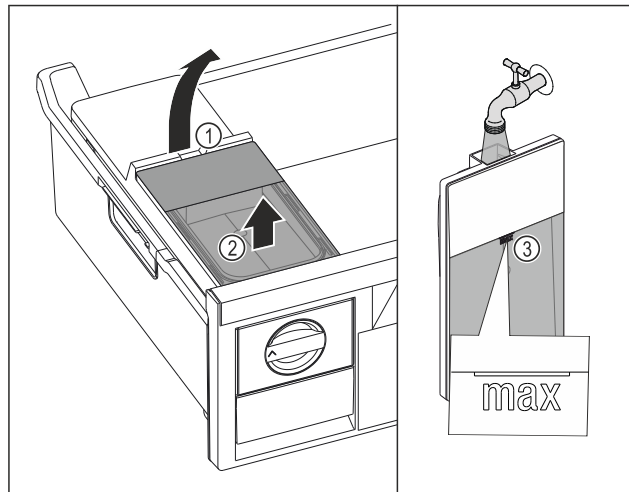

Fig. 129
- ▶ Поднимите бак для воды за выемку Fig. 129 (1).
- ▶ Извлеките бак для воды движением вверх Fig. 129 (2)
- ▶ Наполните бак для воды питьевой водой до отметки Fig. 129 (3).